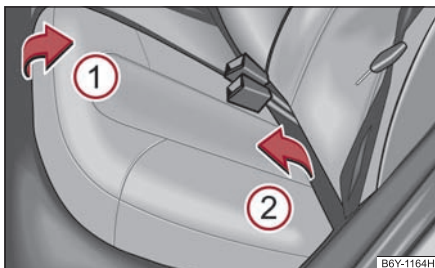

Fig. 68 Rabatarea în față a suprafeței de șezut
- Ridicați bancheta din spate în sensul săgeții ① ⇒ fig. 68 și rabatați-o în față conform săgeții ②.